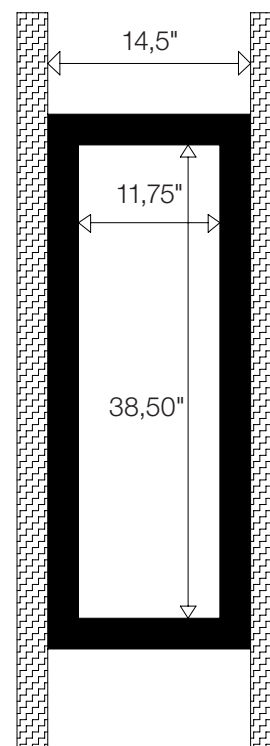

Figure 14
2. Utilisez des tasseaux de 51 mm (2") x 152 mm (6") pour créer un cadre aux dimensions intérieures de 977,9 mm x 298,5 mm (38,5" x 11,75") (Figure 14). Les tasseaux des longueurs doivent être rabotés afin de diminuer leur épaisseur brute et d'obtenir une ouverture large de 298,5 mm (11,75"). Mesurez vos pièces pour déterminer l'épaisseur à raboter. Le dégagement créé dans l'espace permet de passer les outils pour assembler ce cadre dans le mur. Fixez-le aux montants existants avec des clous ou des vis à bois.